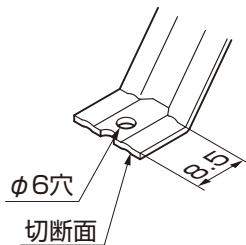

図4-6
- ②タイトフレーム (中間用) にφ6の穴加工をしてください。(図4-6 参照)
- ④タイトフレームの切断面にはタッチアップしてください。(図4-6 参照)